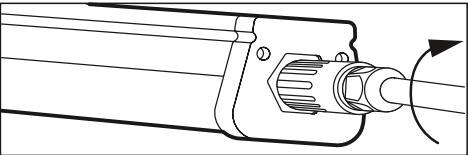

Рис. 4
- 5.15 Соедините быстросъемный разъем и надежно закрутите его, чтобы добиться герметичности (рис.4). **Внимание!** Не допускается эксплуатация приборов с неустановленными разъемами для быстрого подключения. Для обеспечения степени защиты прибора IP65 и защиты от поражения электрическим током, необходимо установить оба герметичных разъема, по одному с каждой стороны прибора, даже если к прибору подключен кабель только с одной из сторон. Разъемы необходимо надежно закрутить и проверить наличие гермозаглушки в разъеме, которые не используется.